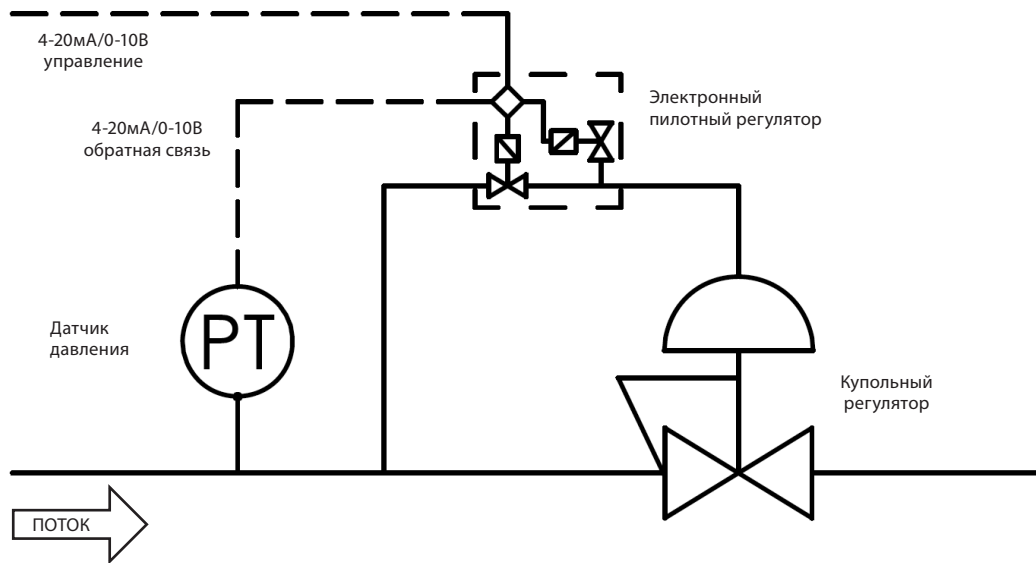

Рис. 5
- **Электронное управление.** В этом варианте электронный регулятор с «питанием» от системного давления, используется в сочетании с датчиком давления для непосредственного управления давлением в куполе (рис. 5). Давление срабатывания главного регулятора ограничивается давлением на выходе электронного регулятора. Данная конфигурация не поставляется для жидких сред.